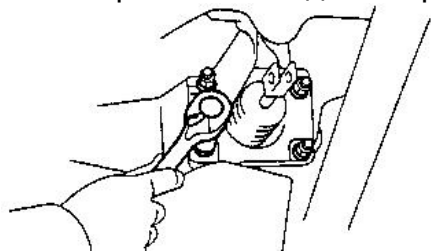

Рис. 4-6.
- отверните четыре болта (рис. 4-6.), крепящие кронштейн к щитку передка и вакуумный усилитель с кронштейном в сборе.